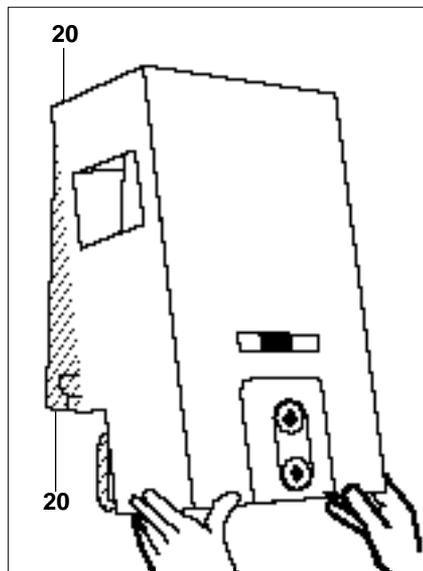

Fig. 3
- Dévisser les 4 vis "20", soulever la facade pour la dégager (fig. 3).
- Fermer le robinet d'arrêt de gaz et ôter l'habillage (voir fig. 3).